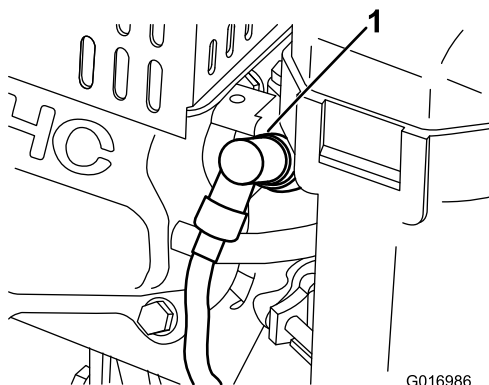

Figura 27
1. Staccate il cappello della candela (Figura 27).